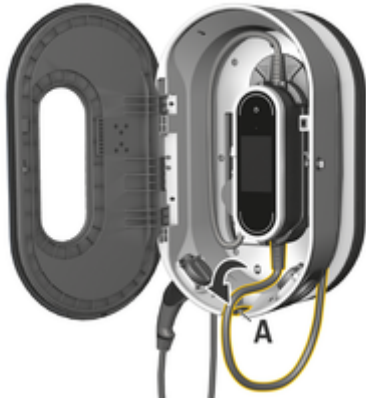

Fig. 15: Insertion du module de commande
3. Acheminez le câble du véhicule jusqu'à l'ouverture A (Fig. 15) et enroulez tout excès de câble autour de la borne de recharge.